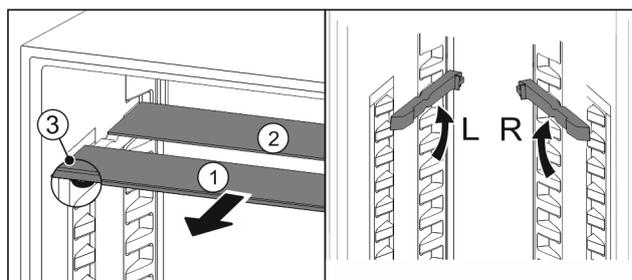

Fig. 87
- ▶ Retire las planchas de cristal individualmente hacia delante Fig. 87 (1).
- ▶ La placa de vidrio Fig. 87 (1) con moldura está situada delante.
- ▶ Los topes Fig. 87 (3) miran hacia abajo.